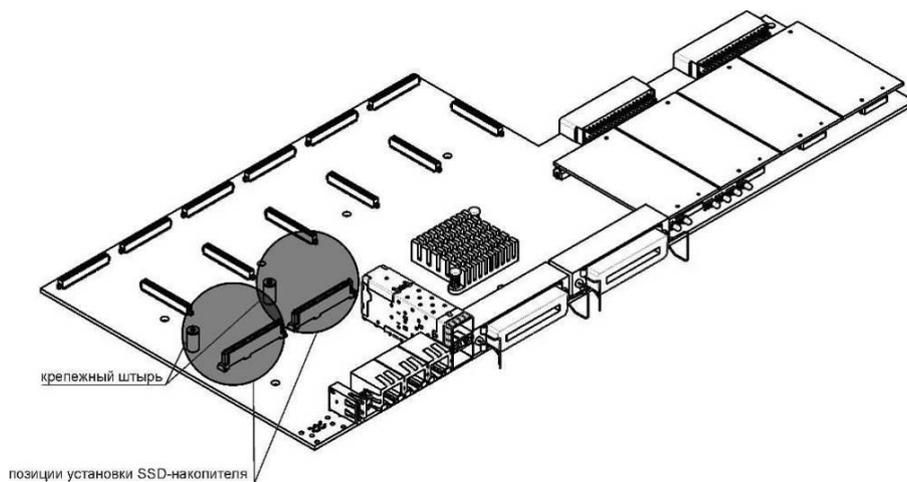
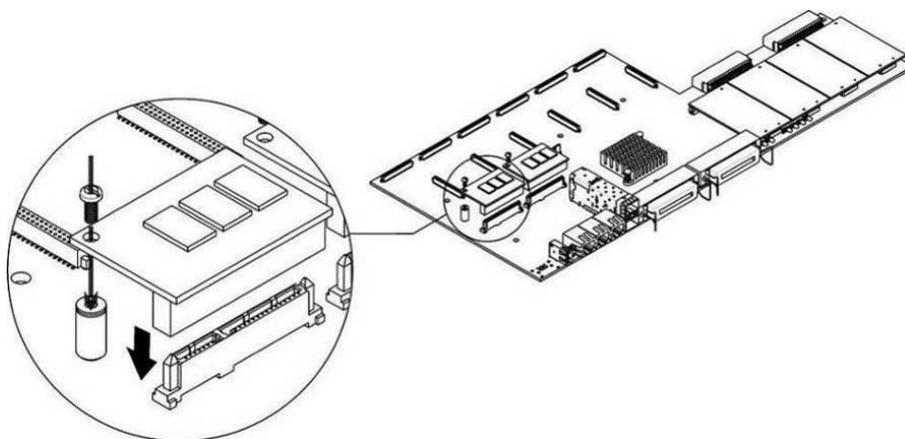

Рисунок 31 – Установка SSD-накопителя
Рисунок 32 – Монтаж SSD-накопителя
5. Если на плате устройства отсутствует крепежный штырь (см. рисунок 31), необходимо использовать съемную стойку:
6. Установить накопитель в свободную позицию – всего доступно 2 позиции (см. рисунок 31) и, если на плате присутствует крепежный штырь, закрепить винтом, рисунок 32.